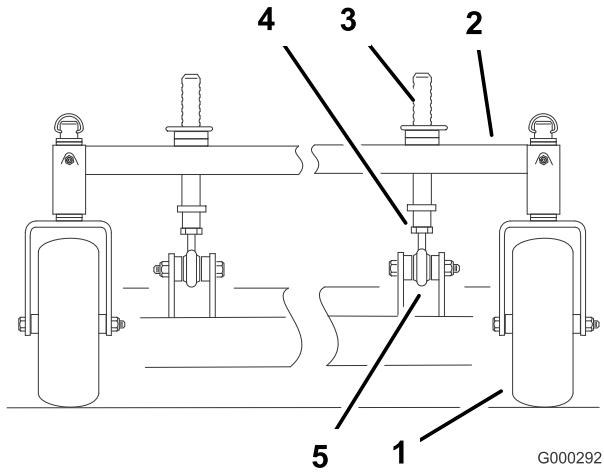

Figure 72
1. Vous pouvez régler les montants de hauteur de coupe avant pour modifier l'inclinaison avant/arrière (Figure 72).
2. Pour éléver l'avant du tablier de coupe, desserrez le contre-écrou et tournez la goupille avant dans le sens horaire (Figure 72).
3. Pour abaisser l'avant du tablier de coupe, desserrez le contre-écrou et tournez la goupille avant dans le sens antihoraire (Figure 72)
6. Resserrez les écrous de blocage (Figure 72).